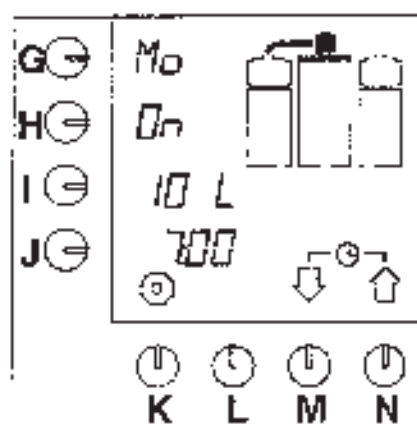

Рис. 13 Таймер режима ожидания
- Часы на дисплее высветятся, и система будет готовить кофе в установленное время. Время ожидания появится на дисплее (рис. 13).
- Режим ожидания появится на дисплее (рис. 13).